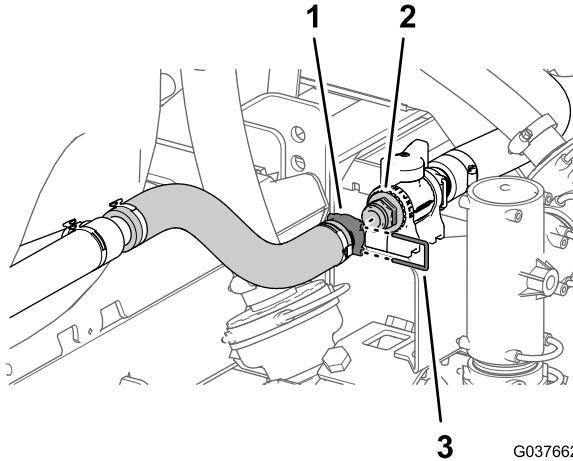

图57
- 6. 使用随搅拌软管总成提供的卡环将搅拌喷嘴总成的直通宝塔接头安装到搅拌节流阀的快速联轴器上 图57。